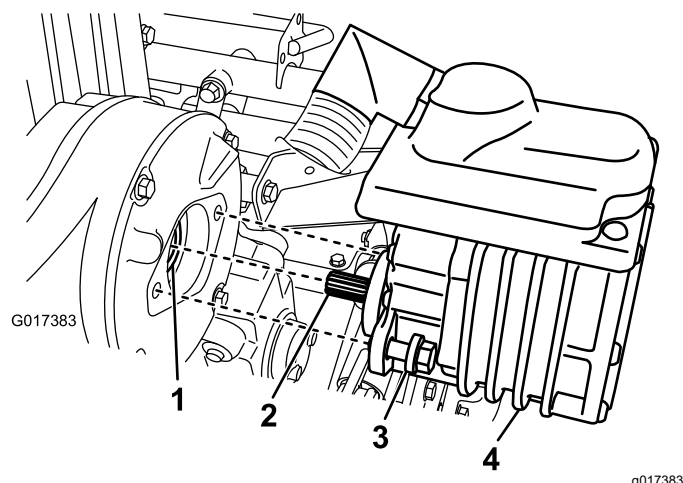

図 35
2. モータをトランスミッションケースに固定している2本のボルトを外す 図 35。
4. グリスガンを使って、トランスミッションケースのメスのカップラに1回か2回のポンプ操作でグリスを注入する 図 35。